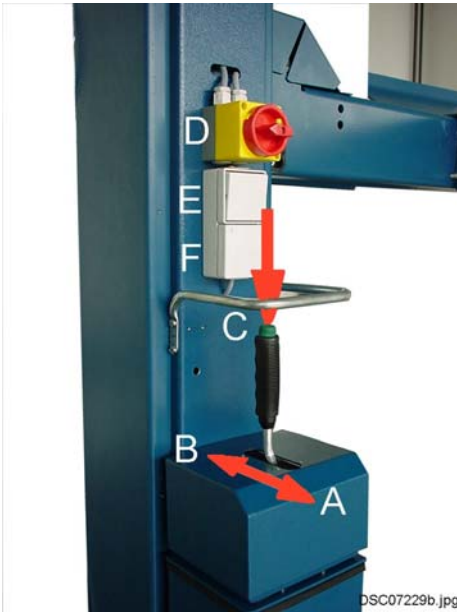

Bild 1: Bedienelement
- Einschalten der Steuerung. Hauptschalter auf Position “1“ drehen (siehe Bild 1)
- Durch Ziehen des Hebels wird die Hebebühne in die nächst mögliche Klinke abgesetzt (siehe Bild 1).
*siehe Bild 1*